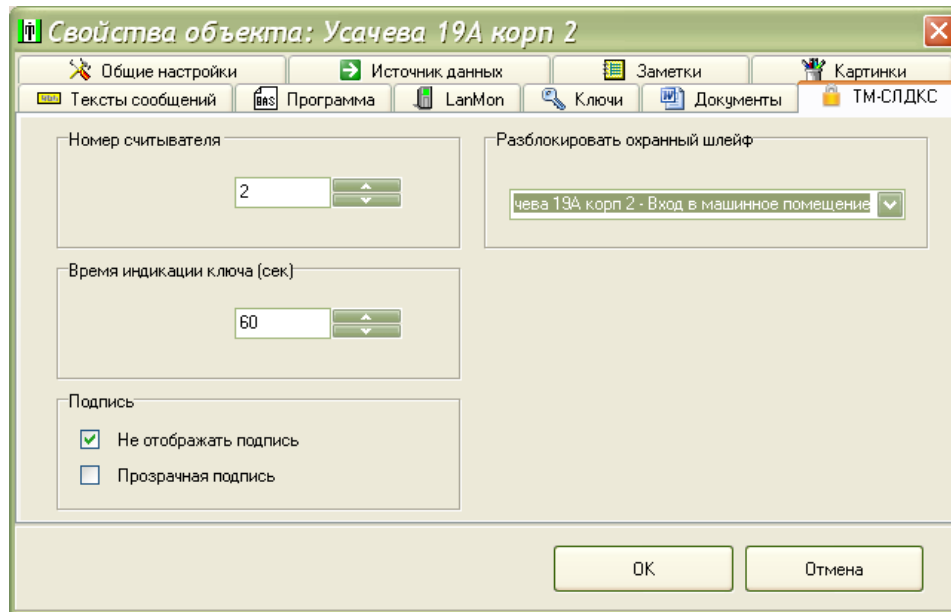

Рисунок 30
5) На вкладке «ТМ-СЛДКС» из списка выбрать номер считывателя ТМ-СЛДКС-3 (в соответствии с его адресом), задать время индикации ключа, выбрать из списка шлейф охранной сигнализации, который будет разблокирован разрешенным ключом (рисунок 30).